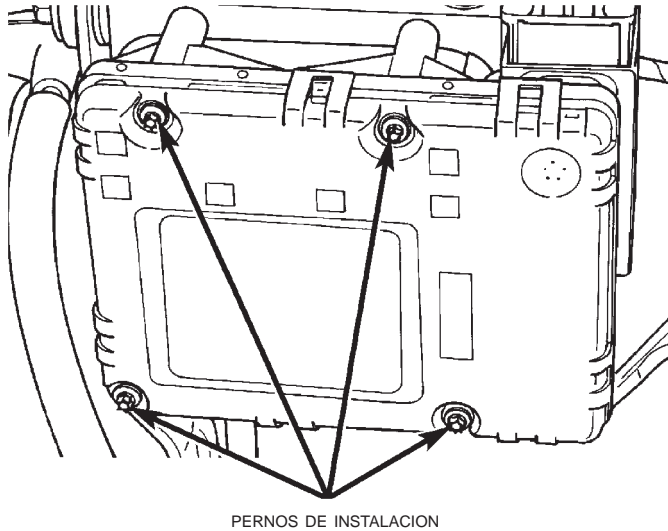

Fig. 5 Pernos de instalación del CAB
- (4) Retire el conector del motor de la bomba.
- (5) Retire los pernos de instalación del CAB (Fig. 5) y retire el CAB de la HCU.